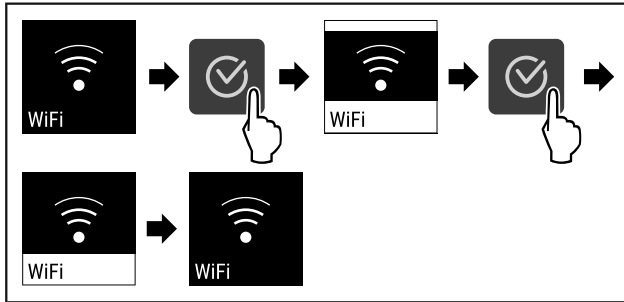

Fig. 86
- ▶ Изпълнете стъпките (виж Fig. 86).